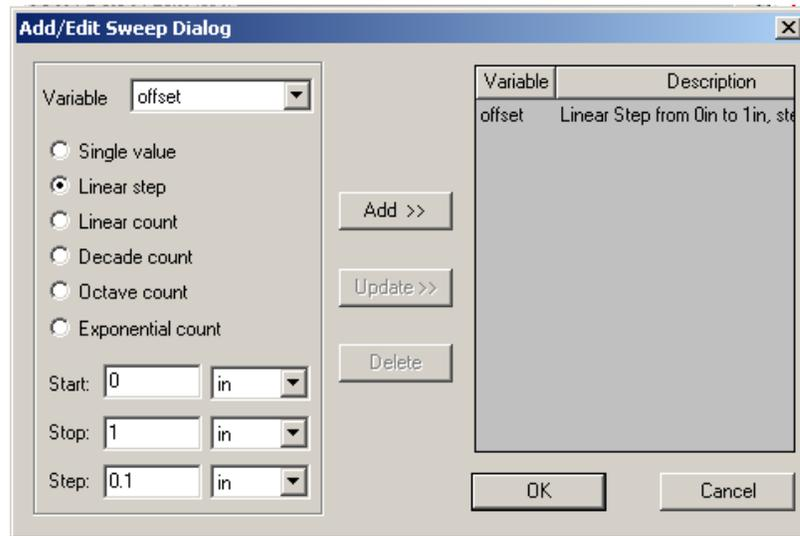

Рис. 13.3. Диалог редактирования параметров оптимизации
7. Щелкните **Add**. Диалоговое окно показано на рис. 13.3.